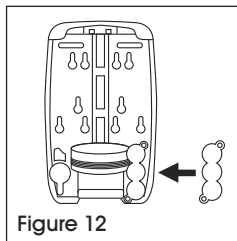

Figure 12
4. Remettez en place le couvercle du compartiment à piles. (Voir Figure 12)